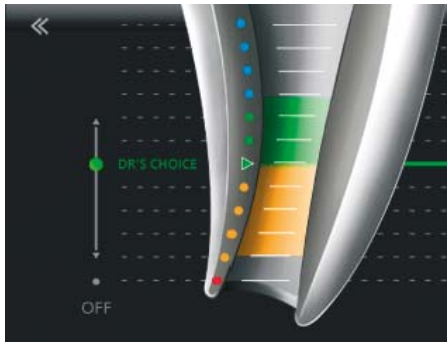

Fig. 23 DR'S CHOICE activé
• La ligne apicale personnalisée se place à la position souhaitée, par ex. la dernière barre verte (Fig. 23).